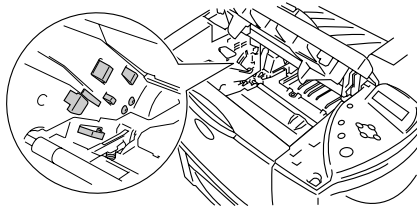

Figura 5-11
- Para evitar uma descarga de electricidade estática, não toque nos eléctrodos apresentados na Figura 5-11.